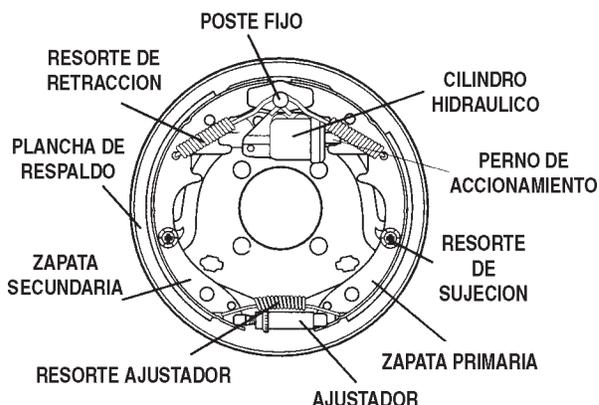

Figura 59. Componentes Frenos Hidráulicos
12. **Birlos** - Usada para asegurar la rueda al eje. Siempre use una llave dinamométrica para medir la torsión de los birlos. Ver Tabla 16 y Figura 59 para torsión y secuencia.
La figura 59 muestra los principales componentes de un freno hidráulico que requerirán inspección y mantenimiento. Por favor inspeccione estos componentes requeridos usando los pasos 1 al 8 y la tabla 15 como aparece abajo.